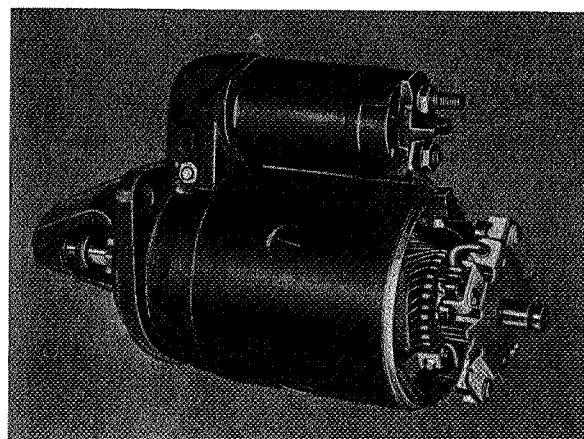

Fig. 3-36. Startmotor met gedemonteerd lagerschild
4. Haal het eindschild aan de kollektorzijde weg. N.B. De borstels en houders blijven op hun plaats op het anker, zie Fig. 3-36.
Kortsluiting tegen de massa van het anker wordt met behulp van testpennen en een proeflamp gecontroleerd. Controleer het huis en de veldwikkelingen op door het anker veroorzaakte beschadigingen. Controleer of de veldwikkelingen niet geaard zijn, door de testpennen met het huis en de veldaansluiting te verbinden, zie Fig. 3-36. Als de lamp oplicht, zijn de wikkelingen of de doorvoer in het huis beschadigd. Let erop dat de borstels niet tegen het huis aan lig-